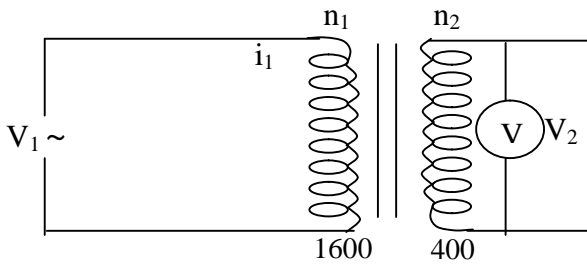

Figure5
- Réaliser le montage de la figure 5.